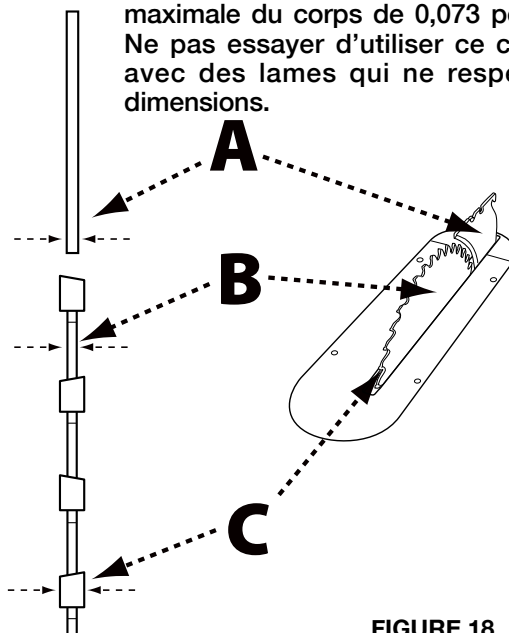

FIGURE 18
**REMARQUE :** Les dispositifs de sécurité, l'ensemble protège-lame et l'ensemble anti-retour ont été enlevés dans la Figure 18, afin de montrer l'emplacement des caractéristiques spécifiques. Lorsque vous utilisez la scie, ces dispositifs de sécurité doivent être en place et fonctionner correctement.
Le guide à onglets est équipé de butées d'indexage réglables à 90°, 75°, 60°, 45° et 30°. Pour régler l'onglet en vue d'une coupe en biseau, voir Figure 18 et :